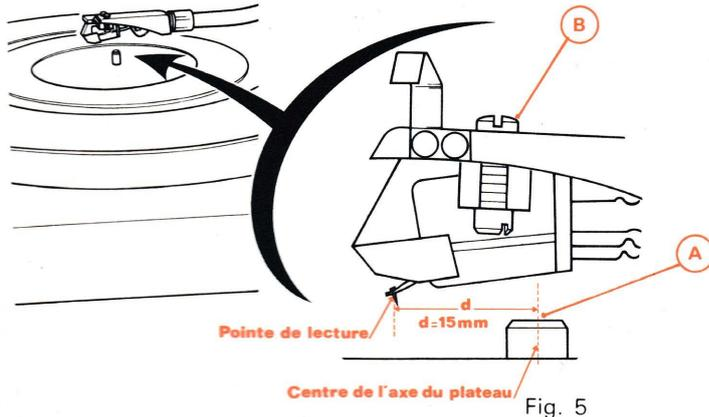

Fig. 5
A. POSITIONNEMENT DE LA CELLULE (Fig. 5)
- 1° - Placer la cellule dans le porte cellule et serrer modérément les vis de fixation (B).
- 3° - Saisir la tête de lecture par son doigt de préhension et amener le bras au-dessus de l'axe (A) du plateau.
- 4° - Faire glisser la cellule pour obtenir une distance de 15 mm entre le centre de l'axe (A) et la pointe de lecture.
- 6° - Serrer les vis de fixation (B) de la cellule.